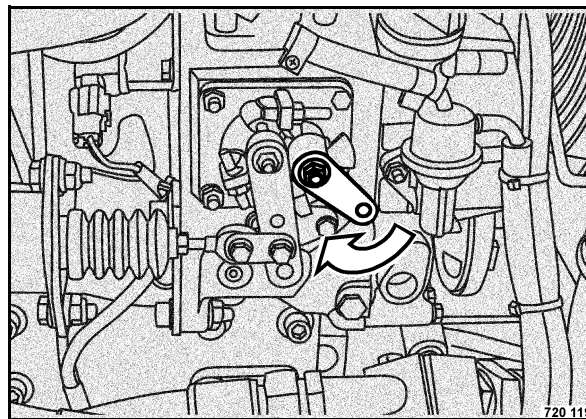

Рис. 53
- Давить вниз рычаг (Рис. 53) на двигателе до тех пор, пока двигатель не остановится.